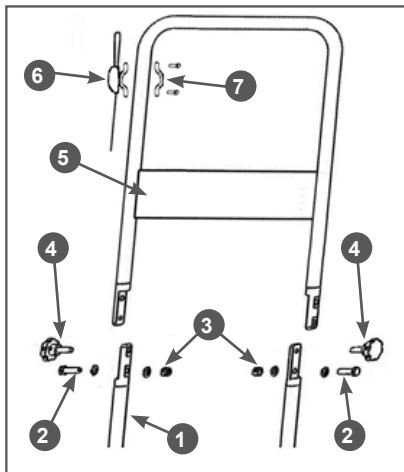

Рис. 2 Установка рабочей рукоятки
1. Совместите концы нижней 1 и верхней 5 части рабочей рукоятки, как показано на Рис. 2.
- Вставьте в нижние отверстия болты 2 и закрепите их гайками 3 (Рис. 2).
- В верхние отверстия вставьте винты-барашки 4 и закрутите их до упора (Рис. 2).